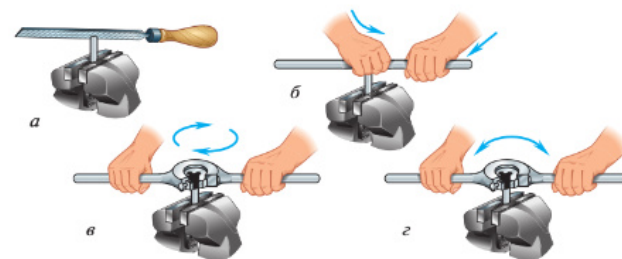

Рис. 5.56. Нарезание резьбы плашками: а — снятие фаски на стержне;
3. Отметьте длину нарезаемой резьбы (напильником, мелом, чертилкой), сделайте на конце заготовки фаску (рис. 5.56, а).
5. Наложите плашкодержатель с плашкой на нарезаемый конец заготовки клеймом (надписью) вниз (рис. 5.56, б).
6. Ладонью рабочей руки нажмите на корпус плашкодержателя вниз; нерабочей рукой вращайте его по часовой стрелке, пока заборная часть плашки не врежется в заготовку (рис. 5.56, в). Затем, вращая плашкодержатель за ручки (рис. 5.56, г), сделайте 1—2 обо-